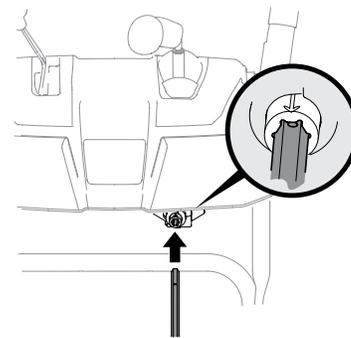

Figure 2-24
6. Insérez la tige de commande dans l'engrenage à pignons sous la manette. Vérifiez que le trou sur la tige de commande s'aligne avec la flèche de l'engrenage. Voir Figure 2-24.